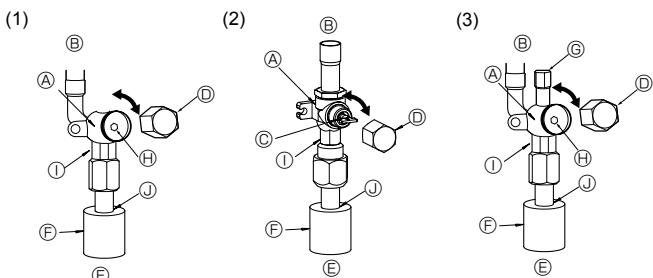
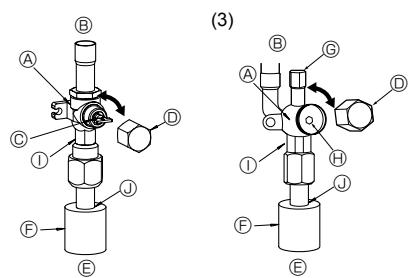
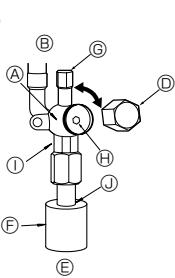

Fig. 4-5
Fig. 4-6
Fig. 4-7
- (1) Сторона с газом SW75 (Fig. 4-5)
- ① Снимите колпачок и поверните шток золотника против часовой стрелки до упора, используя для этой цели 5 мм шестигранный гаечный ключ. Прекратите поворачивать шток в момент, когда тот достигнет стопора. (φ15,88: Приблизительно 13 оборотов)
- ② Убедитесь в том, что запорный кран полностью открыт, и поверните колпачок в первоначальное положение.
- (2) Сторона с газом SW100, 120 (Fig. 4-6)
- ① Снимите колпачок, потяните ручку на себя и поверните на 1/4 оборота против часовой стрелки для открытия.
- ② Убедитесь в том, что запорный кран полностью открыт, надавите на ручку и поверните колпачок в первоначальное положение.
- (3) Сторона с жидкостью SW75-120 и сторона с газом/жидкостью SW40-75 (Fig. 4-7)
- ① Снимите колпачок и поверните шток золотника против часовой стрелки до упора, используя для этой цели 4 мм шестигранный гаечный ключ. Прекратите поворачивать шток в момент, когда тот достигнет стопора. (φ9,52: Приблизительно 10 оборотов)